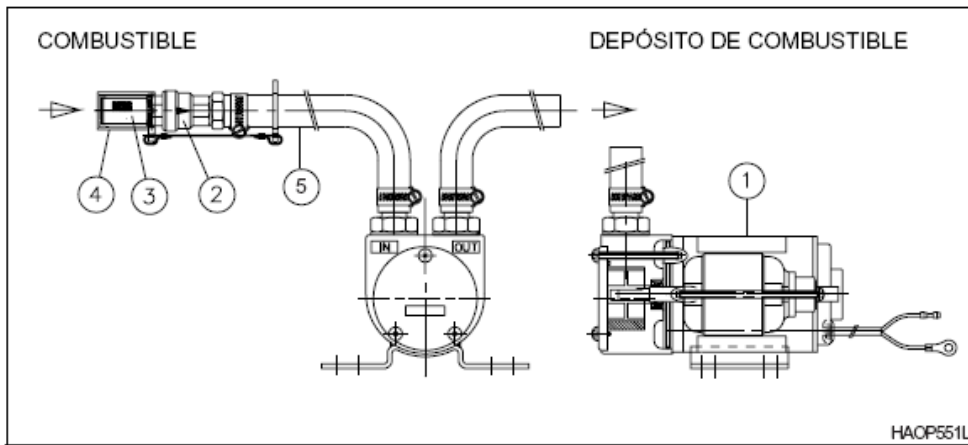

Figura 86
1. Retire el obturador (4, Figura 86) del chupador (3) situado en el extremo de la tubería de la toma (5).
NOTA: Coloque el obturador del chupador (4, Figura 86) en un lugar seguro para poder volver a sellar el chupador (3) tras concluir la operación de llenado.
2. Inserte la tubería de toma (5, Figura 86) dentro del depósito del combustible.
5. Extraiga el tubo de la toma (5, Figura 86) del suministro de combustible y active el interruptor durante 2~3 segundos para drenar el combustible que haya quedado entre la tubería y el depósito.
6. Instale el obturador (4, Figura 86) sobre el chupador de la toma (3) y vuelva a colocar la tubería (5) en un lugar seguro para almacenarla.